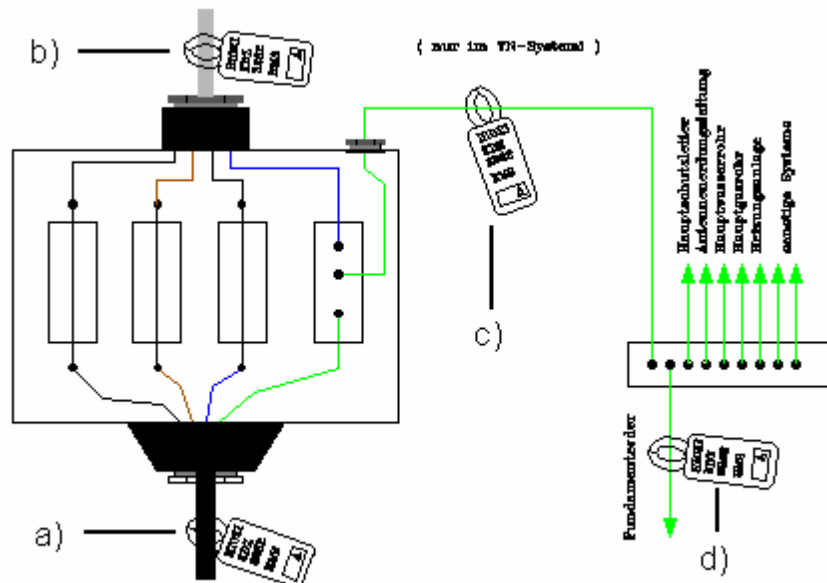

Bild 8 Messungen am HA im TN-System
- Alle an der **PA**-Schiene angeschlossenen Leitungen (siehe Ausführungsteil Seite 11 Bild 8)
- auf den Zu- und Ableitungen des Hausanschlußkastens. (siehe Seite 11, Bild 8)